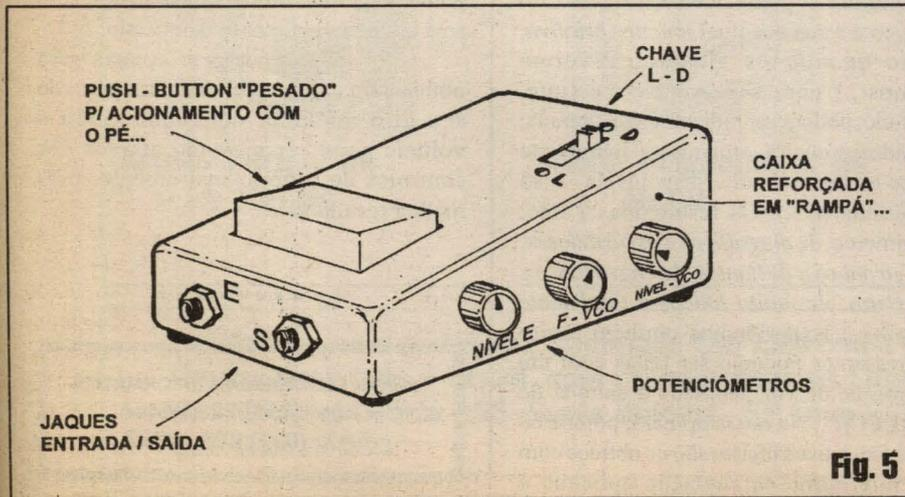

Fig. 5
- FIG. 5 - SUGESTÃO PARA ACONDICIONAMENTO DO CIRCUITO E ACABAMENTO DO SINEFIM... - A figura dá uma boa idéia de como pode ficar o dispositivo, depois